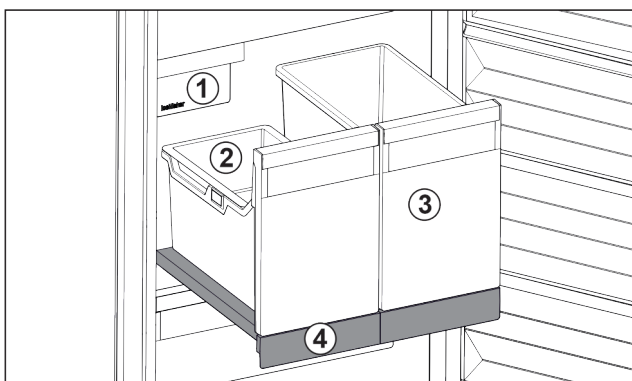

Fig. 32 Витяжна панель IceTower
(2) Підвісний лоток для кубиків льоду
(4) Витяжна панель
На витяжній панелі є два високих резервуари (IceTower). В резервуарі Fig. 32 (2) кубики льоду з IceMaker збираються та зберігаються. Резервуар Fig. 32 (3) придатний для зберігання високих харчових продуктів, таких як піца та алкогольні напої.